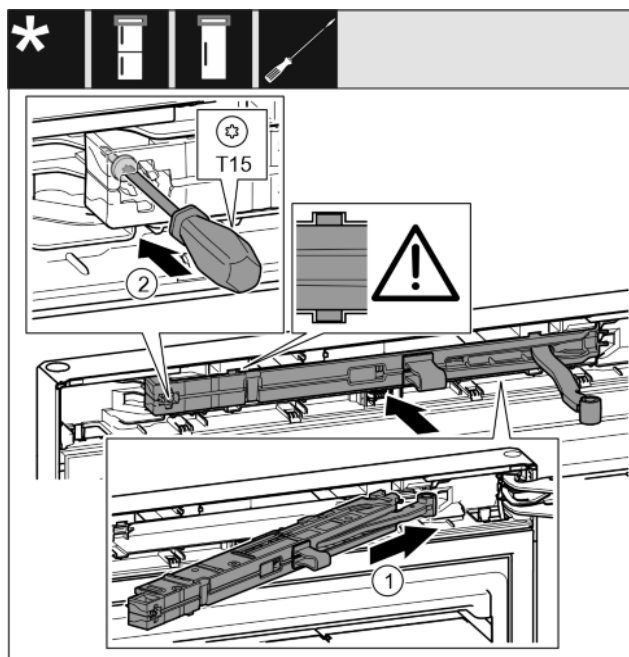

Fig. 38
- ▶ Amortyzator zamykania drzwi po stronie płytki zawiasu wsunąć ukośnie w zagłębienie aż do oporu. Fig. 38 (1)
- ▶ Śrubę przykręcić przy pomocy śrubokręta T15. Fig. 38 (2)